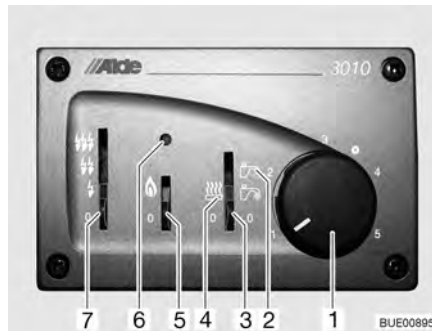

Fig. 120 Unité de commande pour le chauffage à eau chaude
- Chauffage et eau chaude (Fig. 120,4)
- Eau chaude (Fig. 120,2)
- Régler le mode de fonctionnement à l'aide de l'interrupteur à curseur (Fig. 120,3).
- Régime au gaz (Fig. 120,5)
- Régime électrique à 230 V (Fig. 120,7)
- Régler l'interrupteur à curseur (Fig. 120,5) sur régime au gaz.
- Régler le bouton tournant de température (Fig. 120,1) de l'unité de commande sur la température de chauffage désirée.
- Régler l'interrupteur à curseur (Fig. 120,3) sur "Chauffage et eau chaude" (Fig. 120,4) ou sur "Eau chaude" (Fig. 120,2).
En cas de dysfonctionnement, le voyant de contrôle rouge (Fig. 120,6) s'allume.
- Régler l'interrupteur à curseur (Fig. 120,3 et 5) sur "0".
- Régler l'interrupteur à curseur (Fig. 120,7) sur la puissance désirée.
- Régler l'interrupteur à curseur (Fig. 120,3 et 7) sur "0".
- Régler l'interrupteur à curseur (Fig. 120,3, 5 et 7) sur "0".